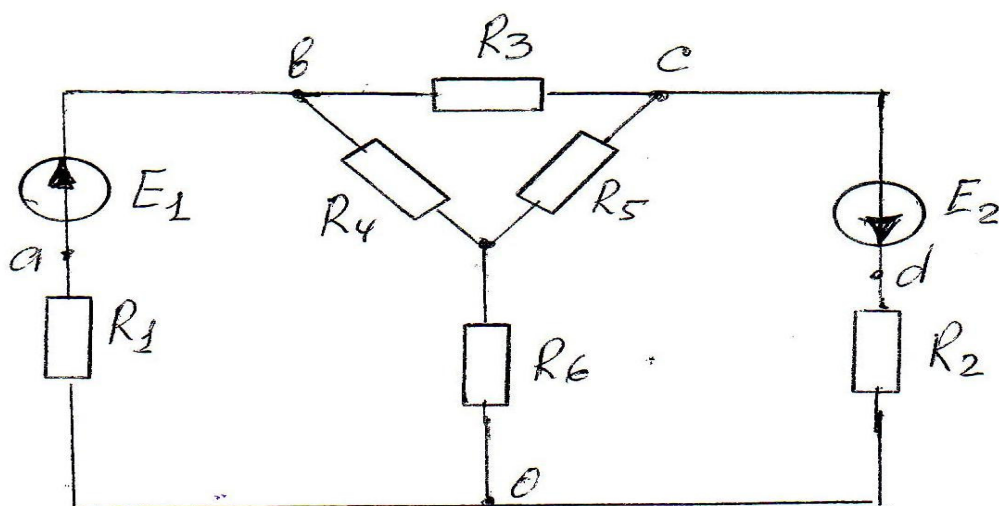

Рисунок 1 – Электрическая схема.
**Задача №1.** Для электрической схемы, изображенной на рис. 1 выполнить следующее, используя данные таблицы 1: